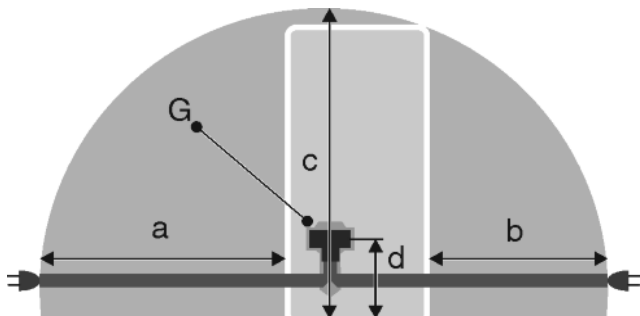

Fig. 41
- De contactdoos bevindt zich buiten het bereik van de achterzijde van het apparaat in het desbetreffende gedeelte *Fig. 41 (a, b, c)*.
- ▶ Breng de apparaatstekker *Fig. 41 (G)* aan de achterzijde van het apparaat aan. Let op het correct vastklikken.